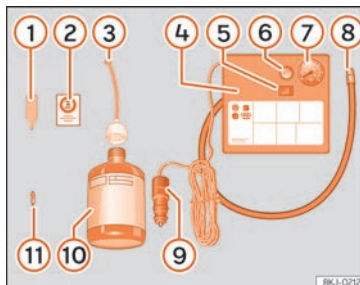

Fig. 96 Représentation standard : contenu du kit anticrevaison.
Le kit anticrevaison se trouve dans le coffre à bagages, sous le revêtement de plancher. Il inclut les composants suivants » **fig. 96** :
Revissez le tuyau de gonflage » fig. 96 ⑧ et vérifiez la pression du manomètre ⑦.